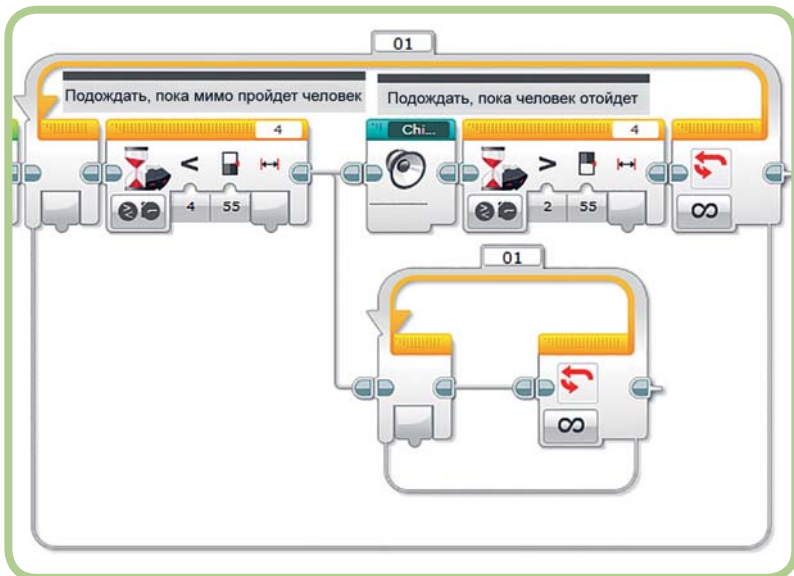

Рис. 18.12. Подключение нового блока **Цикл (Loop)**
5. Подключи шину последовательности к входному разъему с левой стороны нового блока **Цикл** (Loop). Теперь его изображение должно стать ярким (рис. 18.12).